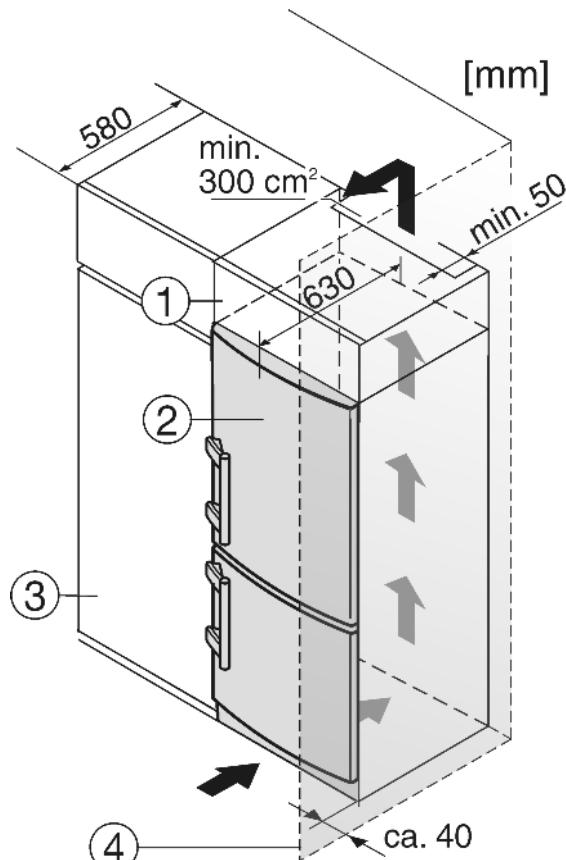

Fig. 13
- (1) Дополнительный шкафчик
(2) Устройство
- (3) Кухонный шкаф
(4) Стенка
Устройство может быть окружено предметами кухонной обстановки. Чтобы уравнять устройство Fig. 13 (2) по высоте с кухонной стенкой, можно установить над устройством соответствующий дополнительный шкафчик Fig. 13 (1).
При комбинировании с обычными кухонными шкафами (глубина макс. 580 мм) устройство можно установить непосредственно рядом с кухонным шкафом Fig. 13 (3). Дверь устройства выступает по сторонам на 34 мм и по центру устройства на 50 мм относительно передней стенки кухонного шкафа. Поэтому ее можно свободно открывать и закрывать.
Если устройство установлено на шарнирах у стены Fig. 13 (4), то расстояние между устройством и стеной должно быть не менее 40 мм. Настолько выступает ручка при открытой дверце.